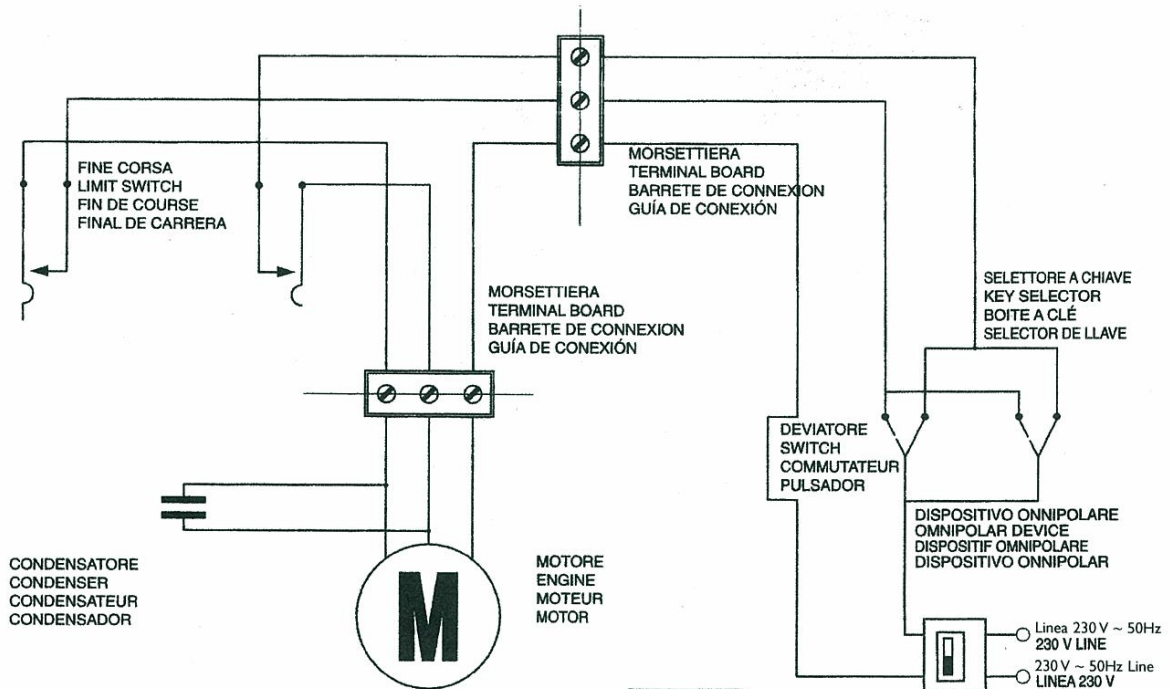

FIG. 2
- 15) Eseguire i collegamenti elettrici descritti in fig. 2 passando il cavo 4xl mm dato in dotazione, all'interno dell'albero della serranda evitando qualsiasi contatto con le parti ruotanti;
15) Make the electrical connections described in fig. 2 passing the 4xl mm cable supplied inside the shutter shaft avoiding any contact with the rotating parts;
15) Faire les connexions électriques décrites dans la figure 2 en passant le cable 4xl mm. donné en dotation à l'intérieur de arbre du rideau tout en évitant tout contact avec les parties tournantes;
15) Llevar a cabo las conexiones eléctricas descritas en la fig. 2 pasando el cable 4x1 mm. situado en el interior de la barra del cierre evitando cualquier contacto con las partes giratorias;